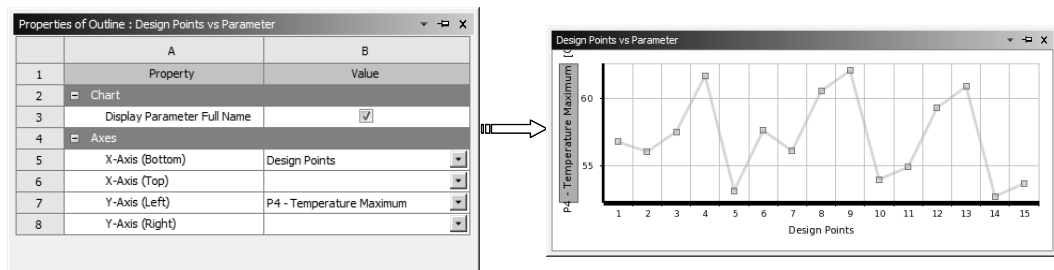

图 12-89 显示设计点与最大温度之间的关系
2) 在【Outline of Schematic C2: Design of Experiments】窗口中选择 A14 栏中的【Design Points vs Parameter】选项, 设置【Y-Axis (Left)】为 P4-Temperature Maximum, 显示设计点与最大温度之间的关系, 如图 12-89 所示。